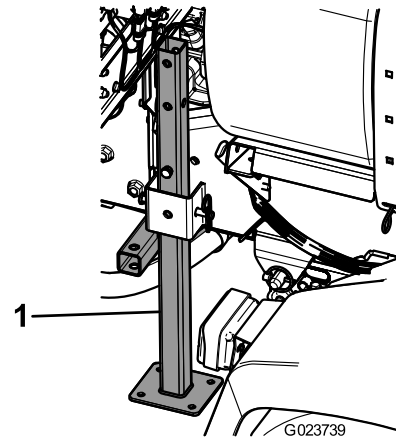

Figura 41
3. Insira os macacos traseiros de baixo para cima na estrutura perto dos pontos de fixação traseiros (Figura 41).